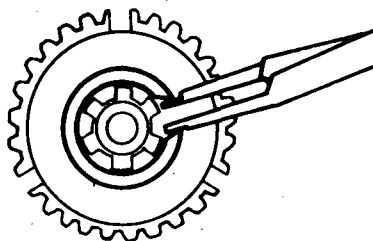

Fig. 6
- b Prenda a árvore em uma morsa, com mordças de bronze e retire o anel retentor do sincronizador (fig. 6).